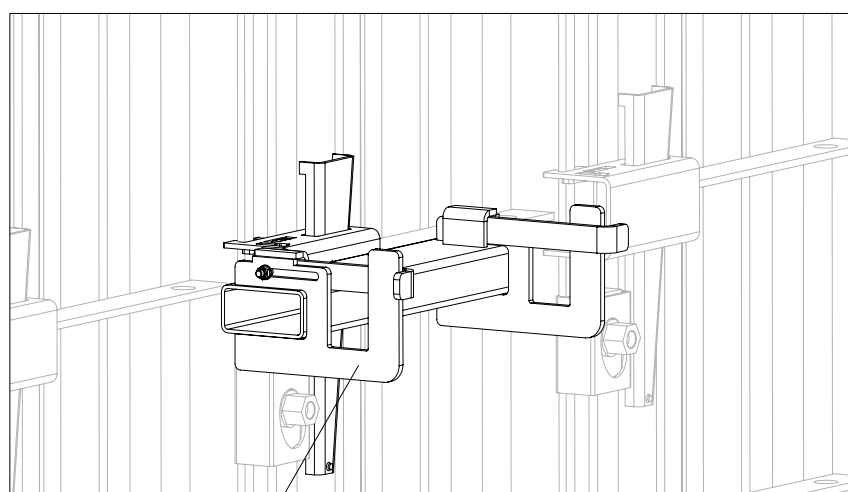

Fig. A7.14
Attacco scala UNO Plus (61) insieme alla scala PERI facilita l'accesso sicuro al telaio per soletta UNO Plus. (Fig. A7.14)